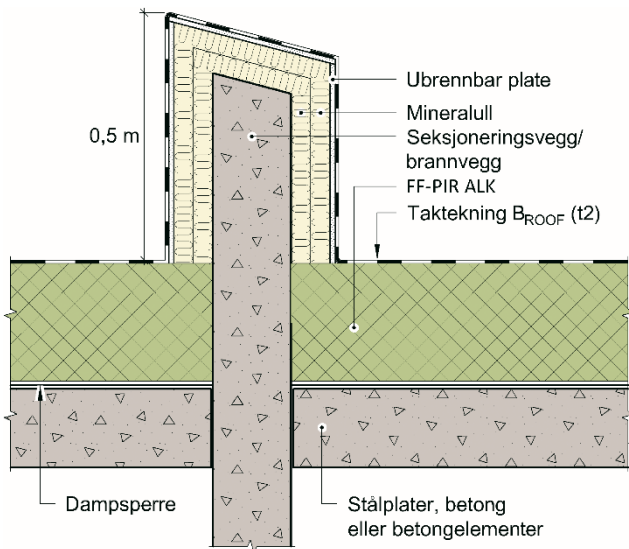

Fig. 9
- Når brannvegg eller seksjoneringsvegg er ført gjennom og minst 500 mm opp over tak av bærende profilerte stålplater, betong eller betongelement, og vegg er utført av, eller tildekket med, ubrennbare materialer, kan FF-PIR ALK brukes som isolasjon på taket. Isolasjonen trenger i dette tilfellet ikke skiftes ut med ubrennbar isolasjon langs vegg. Se Fig. 9.